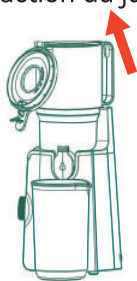
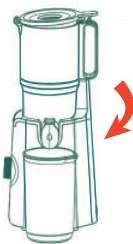

Fig. 5
Fig. 6
4. Ouvrez d'abord le couvercle (Fig. 5), puis tournez la tasse à jus dans le sens des aiguilles d'une montre pour la verrouiller en place (Fig. 6).